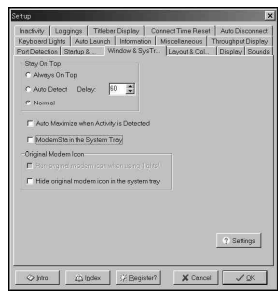

图 4
3. Windows & Sys Tray: 这个类别是设置 ModemSta 主界面所在的位置(图 4)。ModemSta 的主界面并不大, 所以笔者建议选择 Always On Top, 软件默认状态是 Normal, 其余的选项没有必要加以设置, 这里就不过多介绍。